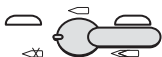

Fig. 2 A
- Find sikrings-/affyringsvælgeren på venstre side af grebet (Fig. 2).